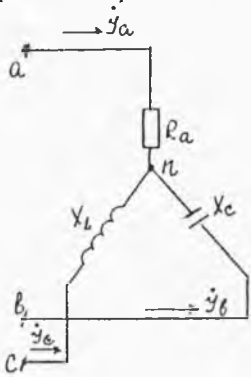

Рис. 1.3
**Задача.** В четырехпроводную трехфазную сеть с линейным напряжением  $\dot{U}_\gamma = 220\text{В}$  включен звездой приемник, активное и индуктивное сопротивление фаз которого соответственно равны:  $R_a=3\text{ Ом}; X_a=4\text{ Ом}; R_b=3\text{ Ом}; X_b=5,2\text{ Ом}; X_c=3\text{ Ом}, R_c=4\text{ Ом}$  (рис. 1.3). Определить токи в линейных и нейтральном проводе и построить векторную диаграмму.